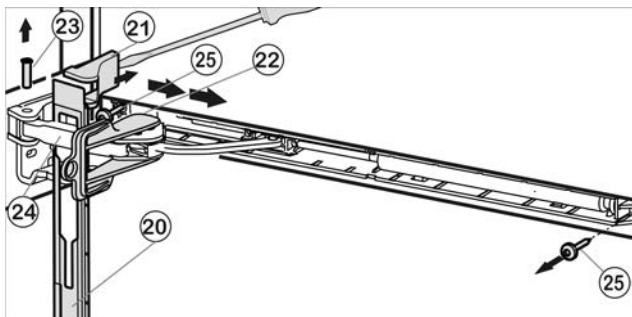

Fig. 10
- Сдвиньте накладку над амортизационной скобой Fig. 10 (24) в направлении устройства вперед.
- Зафиксируйте предохранитель Fig. 10 (22) в продольном пазе.
- Подденьте крышку Fig. 10 (21) отверткой с внешней стороны и снимите в направлении наружу.
- Выдавите палец Fig. 10 (23) снизу.
- Нажмите амортизационную скобу Fig. 10 (24) в направлении дверцы.
- Снимите накладку Fig. 10 (20).
- Открутите весь узел амортизатора закрывания дверцы (2 шт. Torx® 15) Fig. 10 (25).